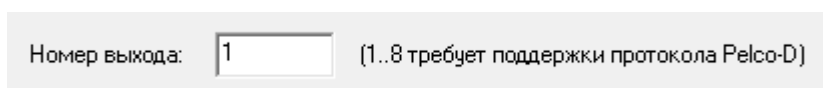

Рисунок 8 — Окно частных свойств элемента **Выход Pelco**
5. В окне частных свойств элемента **Выход Pelco** введите номер выхода (рисунок 8).